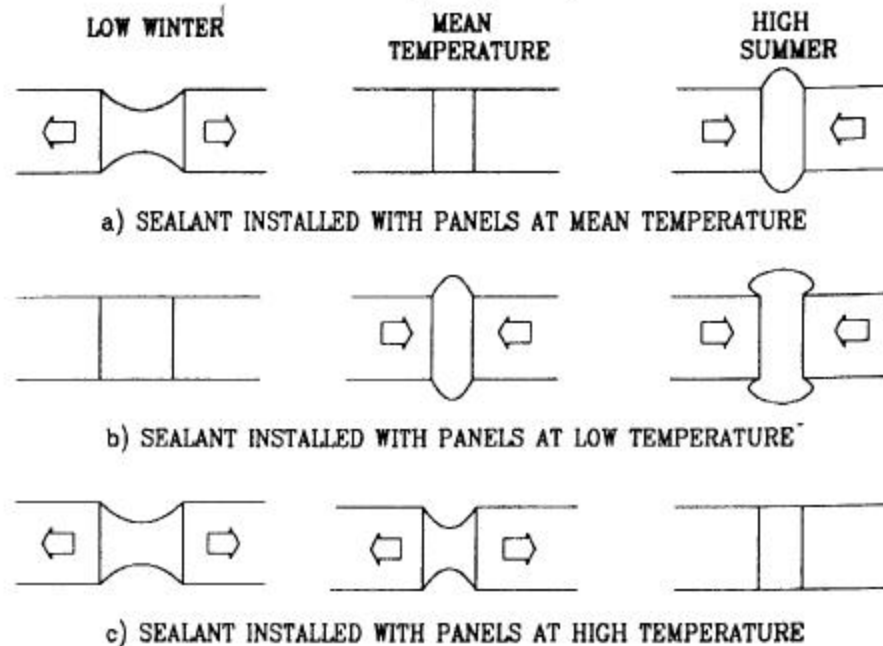

Fig 3.79 - Influence de la température lors de la mise en place d'un matériau de remplissage.
- La **température d'installation** et des éléments de béton peut jouer un rôle important sur la performance du matériau de remplissage (comme dans le cas des dalles d'autoroute) (Fig 3.79).